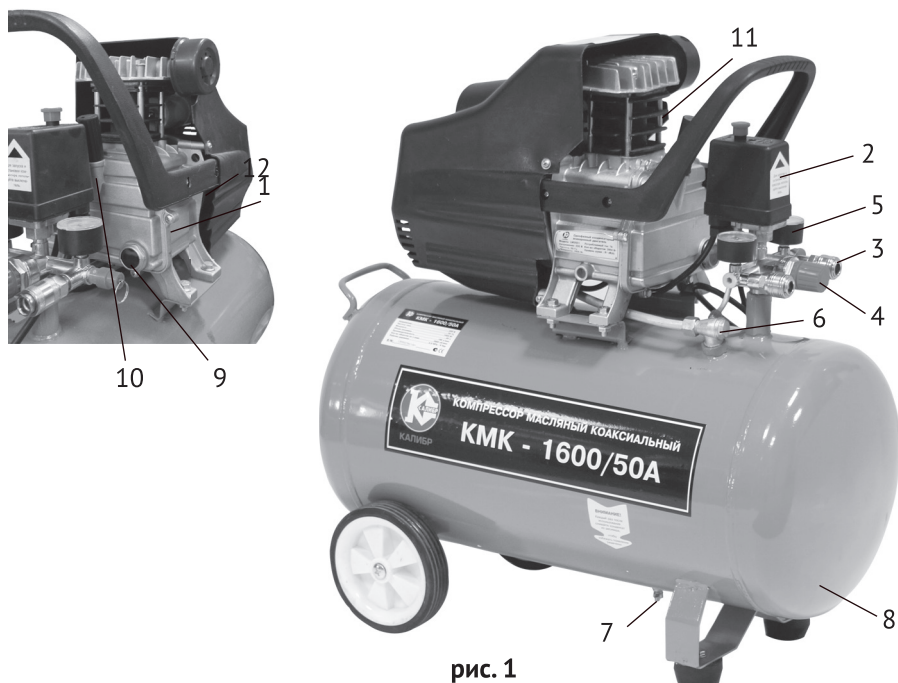
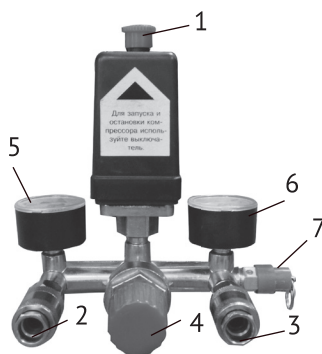

рис. 1
рис. 3
Общий вид компрессора схематично представлен на рис.1
При подключении компрессора к сети питания, убедитесь что, выключатель реле давления (рис.3 поз.1) находится в позиции «Выкл», положение «Отжато». Запустите компрессор, переведя выключатель в позицию «Вкл», положение «Нажато». Для обеспечения хорошей работы компрессора при первом запуске рекомендуется оставить компрессор работающим в течение 5 - 8 минут с полностью открытыми выходными кранами (рис.3 поз.2,3) и редуктором (рис.3 поз.4), после чего откройте вентиль слива конденсата (рис.1 поз.7), находящийся снизу ресивера и слейте конденсат. После первых 5-ти часов работы компрессора проверьте крепление винтов головки цилиндра и кожуха двигателя.
Давление в ресивере показывает манометр расположенный справа (рис.3 поз.6), в то время как манометр находящийся слева (рис.3 поз.5), показывает давление на выходе, которое Вы можете регулировать с помощью редуктора
(рис.3 поз.4). Выходной кран (рис.3 поз.3) выдаёт сжатый воздух с максимальным рабочим давлением, а выходной кран (рис.3 поз.2) выдаёт сжатый воздух с рабочим давлением, установленным с помощью редуктора (рис.3 поз.4).
7.3 По окончании работы полностью сбросьте давление, открыв выходной кран (рис.3 поз.3).